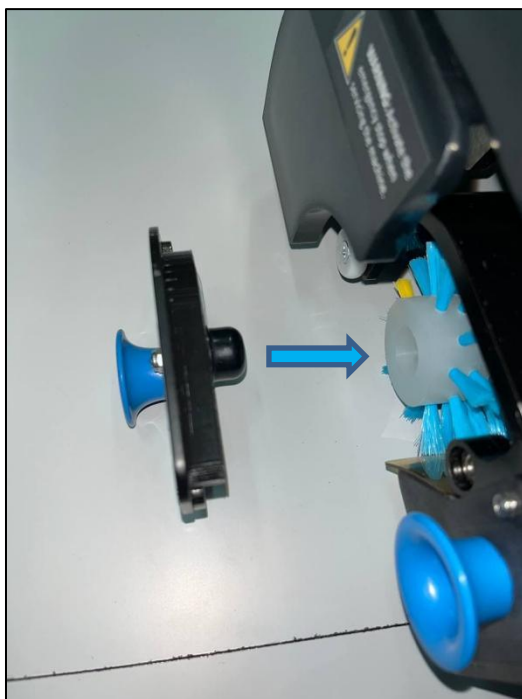

Fig. 4
4. Plaats het deksel van de borstel terug op de robot (Fig. 4). Het uitsteeksel van het deksel moet in de gleuf van de borstel passen. Zorg ervoor dat het deksel gelijk ligt met de behuizing.